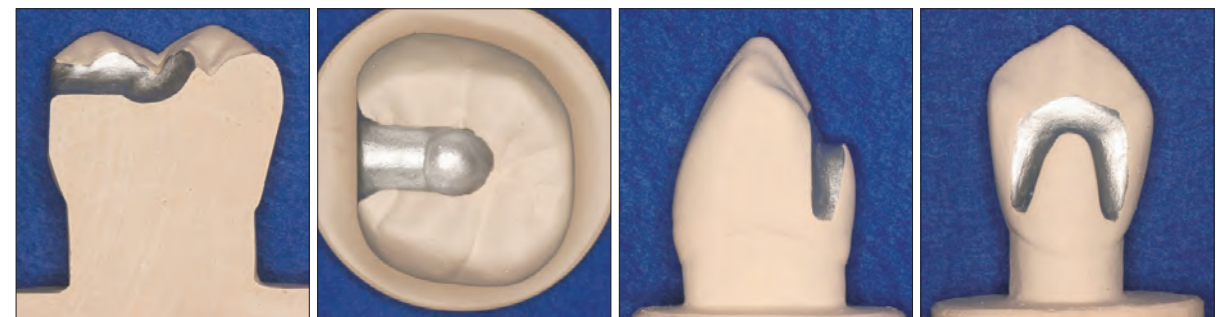

図2-8 ■欠損側からオクルーザルレストを設定する場合は、先端部を中心窩ないしは遠心窩まで延長する（咬合面中央部型）。また、先端部が深くなるように設定する。シンギュラムレストに対しては、メタルプレートは図のように被覆する。
- ①レストの幅は2.0～2.5mm以上とし、深さは1.35mm以上とする（図2-8）。